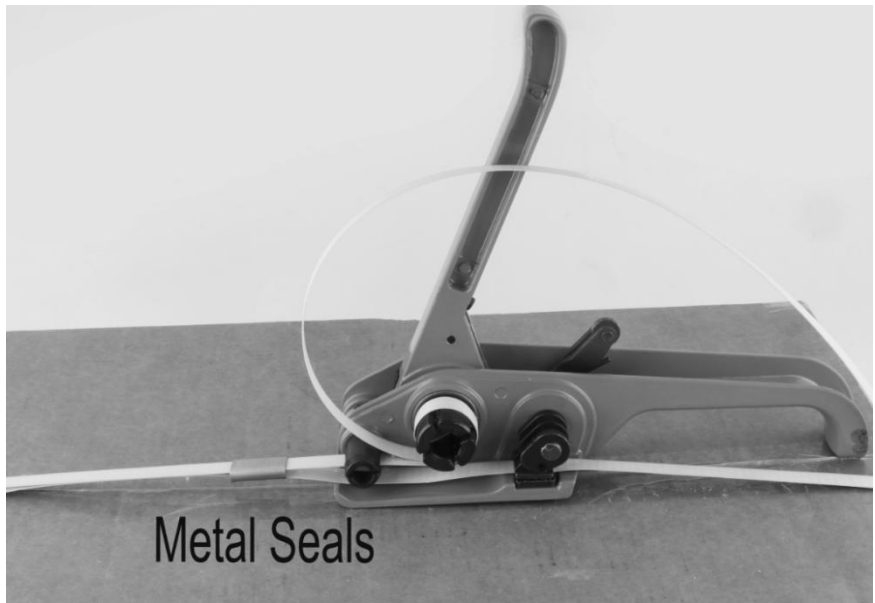

FIG. 3
3. Accione esta barra de tensión repetidamente desde la FIG. 2 hasta la FIG. 3, el atrapamiento s se ajustará.